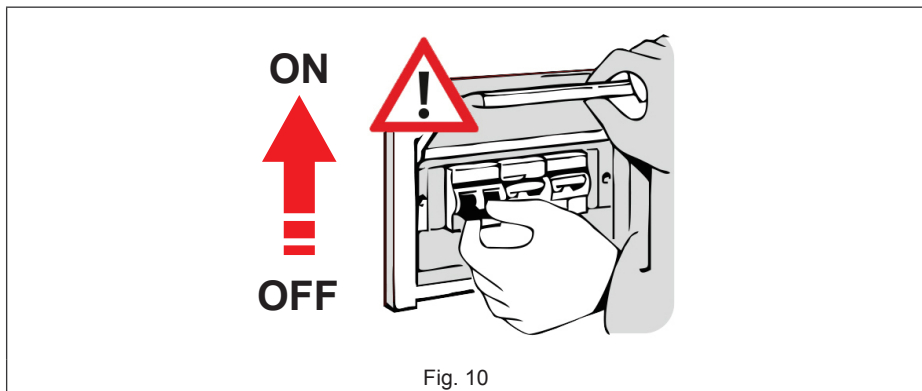

Fig. 10
- Se presente, portare il magnetotermico di protezione posto a monte della presa di alimentazione in posizione "ON" (Fig. 10).